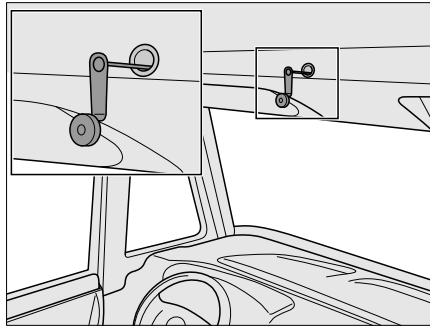

Fig. 171 Azionamento di emergenza del letto basculante elettrico
- ▷ In caso di black-out elettrico il letto basculante può essere azionato anche con una manovella di emergenza (Fig. 171). Essa si trova nella cucina componibile.